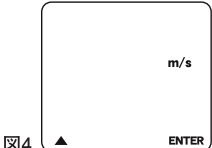

図4
(3-1)電源がOFFの状態でのボタン⑤を2秒以上長押しすると"セットモード"に入ります。図4の様に単位が点滅し、風速の測定単位の切り替えができます。単位は、"▲"ボタン③を押すごとに下記のように切り替わります。